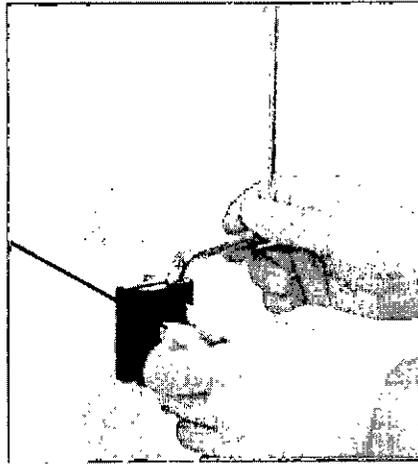

FIGURA 3.4.2.3-2: INSTALACIÓN DEL MÁSTIL DE VENOCLISIS
- ② Como se ve en la figura 3.4.2.3-2, instale el mástil de venoclisis en la columna superior, y ajuste el tornillo.